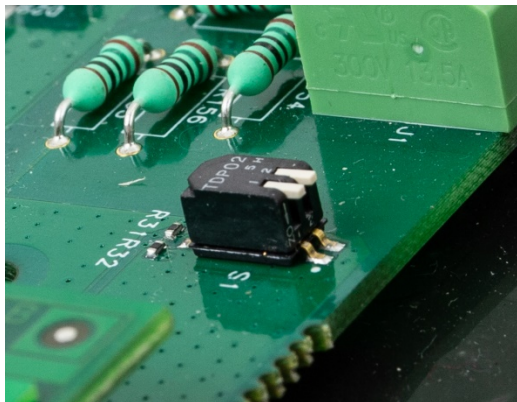

Figura 4-9: Interruttore Metrologia SW1-1 e SW1-2, entrambi spenti
5. Riportare gli interruttori SW1-1 e SW1-2 su OFF, come mostrato nella Figura 4-9.